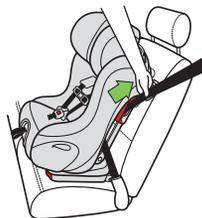

Figura 84
- Tire de la porción de hombro del cinturón de regazo y hombro a fin de que no esté flojo, como se muestra en la **figura 84**.